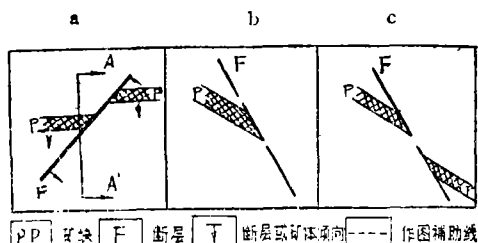

图 1. a. 构造矿体平面示意图； b. 不正确的 A—A' 剖面图； c. 正确的 A—A' 剖面图
3. 作剖面图，将剖面綫所截之界綫（包括虛綫在內）按顺序与間距繪在剖面图中与平面图等高的水平綫上（图 1 厘米水平）；